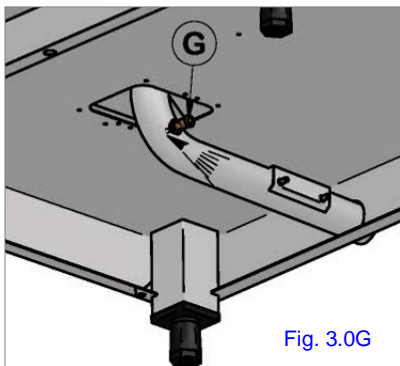

Fig. 3.0G
L'elettrovalvola tramite l'iniettore (G) provvede ad immettere acqua fredda nel tubo di scarico per condensare il vapore quando viene raggiunta la temperatura di 90°C, (Fig. 3.0G).